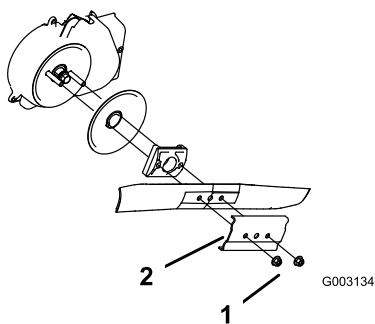

Figura 46
3. Retire las 2 tuercas de la cuchilla y el refuerzo (Figura 46).
4. Retire la cuchilla (Figura 46).
5. Instale la cuchilla nueva (Figura 46).